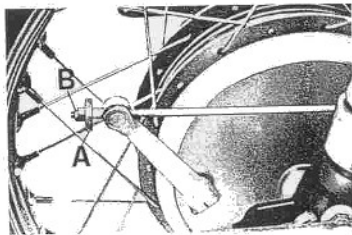

Fig. 98
- registrare il giuoco alla leva di comando freno (vedere registrazione freno posteriore) avvitando il pomolo (A di fig. 98). A registrazione avvenuta bloccare il dado (B di fig. 98).
#### REGISTRAZIONE FRENO POSTERIORE (vedere fig. 98)